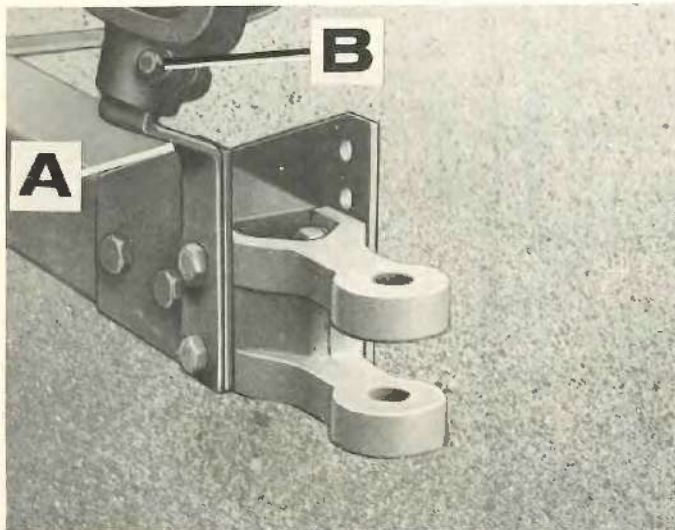

FIG.8
**Modèle Standard** — Pendant le transport, l'arbre de transmission de la prise de force devra être fixé à la ferrure de transport (B, Fig. 8). Pour l'accrochage, appuyer sur la broche à ressort (A, Fig. 8) et placer le joint cardan sur la ferrure. Relâcher la broche pour l'engager dans la gorge de la ferrure. **IMPORTANT:** Ne jamais frapper le joint cardan avec un marteau quand on le monte sur l'arbre de la prise de force du tracteur.